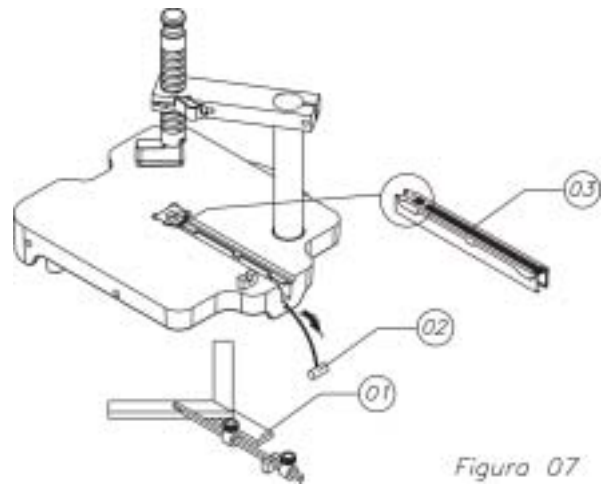

Figura 07
- 1) Remover o batente da moldura, figura 07 (01);
- 2) Puxar o pressionador, figura 07 (02) até seu limite máximo;
- 3) Encaixar o cartucho, figura 07 (03) no tampo.
- 4) Soltar o pressionador, figura 07 (02);
- 5) Recolocar o batente da moldura, figura 07 (01) no lugar.